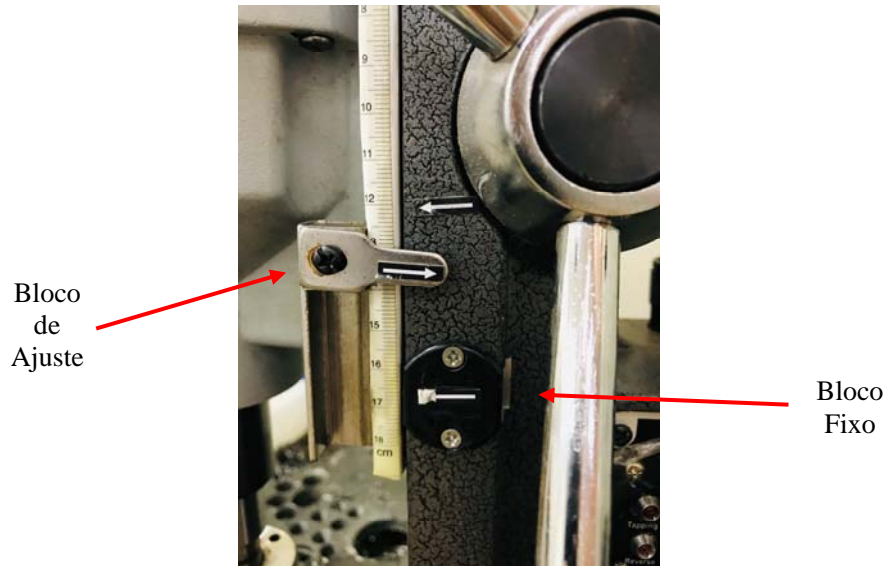

Figura 2
- Aproxime a ferramenta do furo e ajuste a profundidade desejada, que será determinada através do distanciamento dos blocos de ajuste e fixo, conforme ilustrado na figura 2.